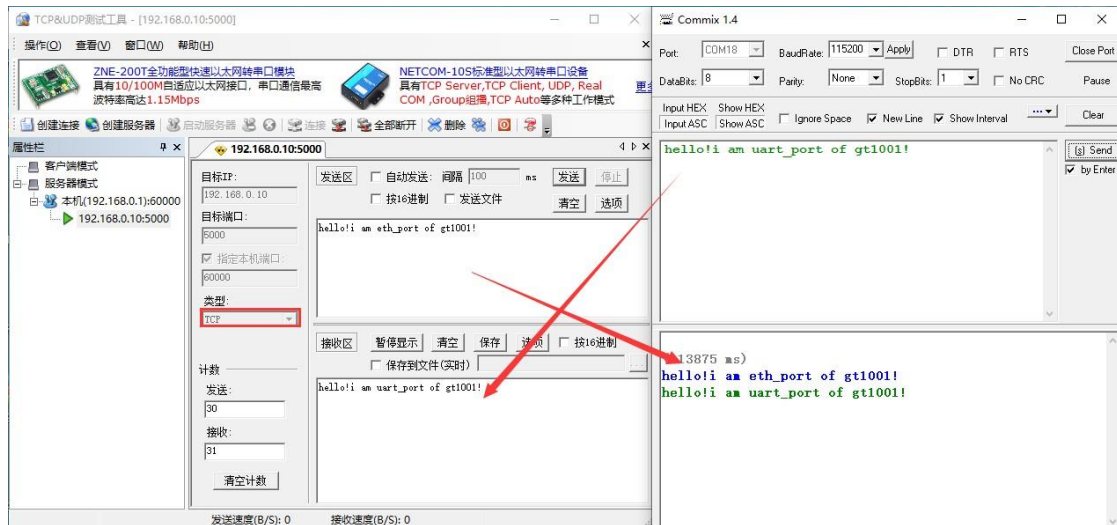

Abbildung 6-14 Kommunikationsschnittstelle im TCP-Client-Modus
4) Das Modul fungiert als Client und sendet aktiv eine Verbindungsanforderung an den Computer, um eine Verbindung herzustellen, die für eine direkte Kommunikation geöffnet werden kann; die Kommunikationsschnittstelle ist in Abbildung 6-14 dargestellt.